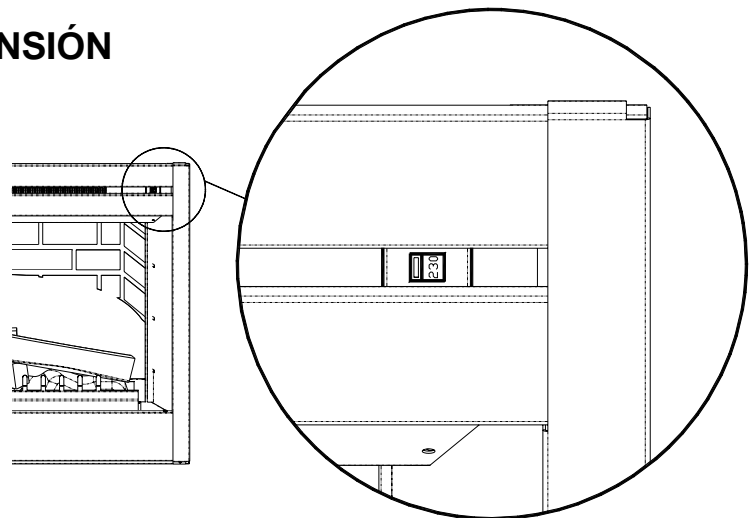
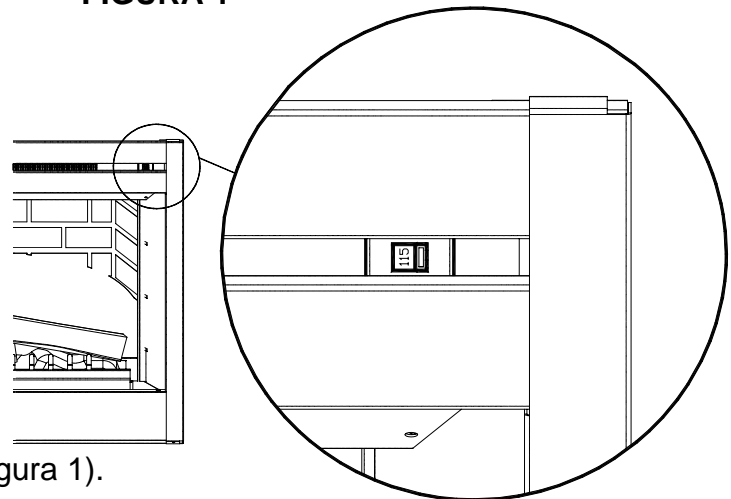

FIGURA 1
FIGURA 2
- El producto posee cables de fábrica para un suministro de energía de 208/240 voltios **(véase figura 1 en la página 3)**. Si es necesario que funcione con 120 voltios, abra el interruptor y modifique el cableado **(véase figura 2 en la página 3)**. Los cables L1, L2, N y G están conectados a la parte trasera del sujetacables de la caja de conexiones para un mejor acceso.
Cuando coloque en el aparato cables para 208/240 voltios, el selector de tensión deberá situarse en la posición de 230 voltios (véase figura 1).
Cuando coloque en el aparato cables para 120 voltios, el selector de tensión deberá situarse en la posición de 115 voltios (véase figura 2).
1. Localice el selector de tensión en el interior del panel de escape, situado en la esquina superior derecha del aparato. (véase figura 1 en la página 3).
1. Localice el selector de tensión en el interior del panel de escape, situado en la esquina superior derecha del aparato. (véase figura 2 en la página 3).
1. Localice el selector de tensión en el interior del panel de escape, situado en la esquina superior derecha del aparato (véase figura 2 en la página 3).
1. Localice el selector de tensión en el interior del panel de escape, situado en la esquina superior derecha del aparato (véase figura 1 en la página 3).